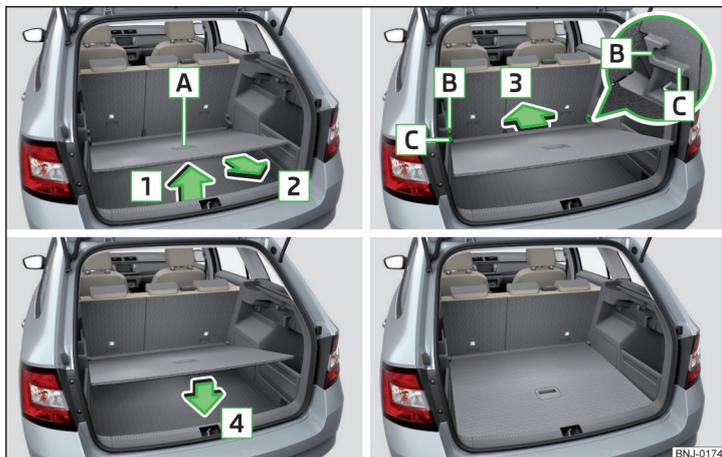

Fig. 106 Réglez le plancher de chargement variable en position supérieure
- Saisissez le plancher de chargement variable par la poignée **A** » fig. 106.